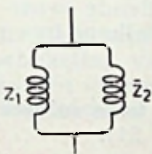

Fig. 17
2. Wisselstromen met twee zelfinducties parallel (fig. 17).